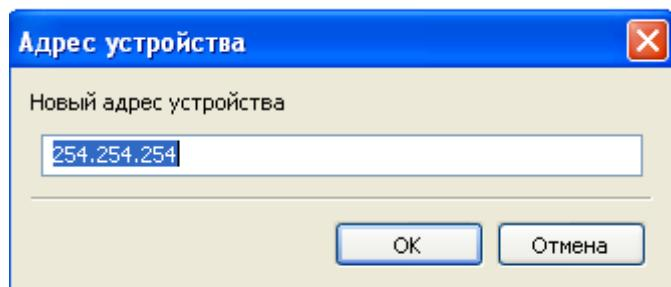

Рисунок 9. Окно "Адрес устройства"
- кнопка «Установить адрес...». В режиме работы «По широковещательному адресу» позволяет установить сетевой адрес СИ. Для установки адреса необходимо нажать кнопку "Установить адрес ..." и в открывшемся окне ввести новый адрес - три группы цифр по три цифры в каждой группе, разделенных точкой [5] (Рисунок 9). Диапазон значений в каждой группе - от 002 до 254. Кликнуть "Ok". Новый адрес будет записан в энергонезависимую память СИ. При этом параметру «дата корректировки параметров» автоматически присваивается значение текущей даты.